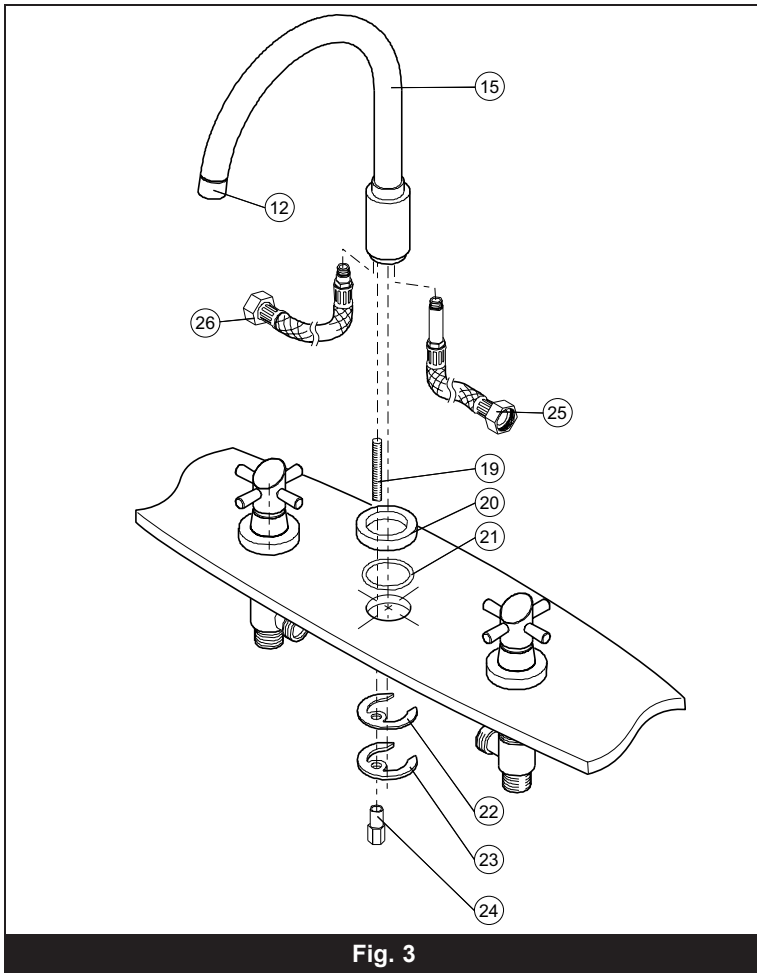

Fig. 3
Connect the flexible hoses (25 and 26) under the faucet spout (15). **Note:** start with hose 26. **Fig. 3**.
Insert the spout between the water valves making sure to install the decorative spout ring (20) and the waterproof ring (21) under the decorative ring (20). **Fig. 3**. Over that, insert the rubber washer (22), metal washer (23) and tighten the nut (24). **Fig. 3**.
Raccorder les boyaux flexibles (25 et 26) sous le bec de robinet (15). **Note:** débuter par le boyau 26. **Fig. 3**.
Insérer le bec entre les entrées d'eau en prenant soin d'installer l'anneau décoratif du bec (20) et l'anneau d'étanchéité (21) sous l'anneau décoratif (20). **Fig. 3**. Par le dessous, insérer la rondelle de caoutchouc (22), la rondelle de métal (23) et visser l'écrou (24). **Fig. 3**.
Conectar los tubos flexibles (25 y 26) debajo del caño de la llave (15). **Nota:** empezar por la manguera 26. **Fig. 3**.
Inserte el caño entre las entradas de agua cuidando de instalar el aro decorativo del caño (20) y la arandela hermética (21) debajo del aro decorativo (20). **Fig. 3**. Por encima, insertar la arandela de goma (22), la arandela metálica (23) y apretar la tuerca (24). **Fig. 3**.